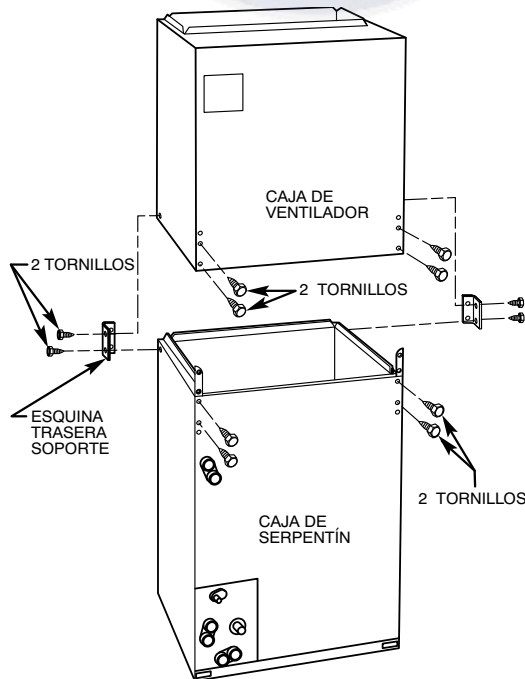

Fig. 7: Extracción de los soportes de la unidad modular
NOTA: Las unidades modulares se pueden desmontar y los componentes se pueden mover por separado al área de instalación para su posterior montaje. Este proceso incluye pequeños orificios de separación y limita las entradas a los lugares de instalación (Fig. 7).
- b. Quite los tres tornillos para retirar el divisor de aire (B) del conjunto de cierre del serpentín (encarte de la Fig. 7).
- c. Retire la placa de llenado (A) e instale el divisor de aire (B) en lugar de la placa de llenado.
- d. Instale la placa de llenado (A) como se muestra en la aplicación horizontal derecha.
- e. Retire las cubetas de condensado (C) e instélas en las láminas de tubos opuestas.